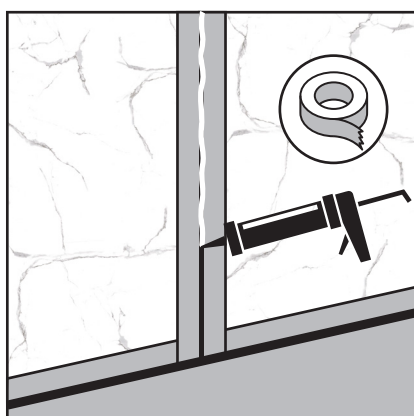

Figure 7
1. Once all the panels have been installed, tape each side of the joints before filling with sealant (Figure 7).
1. Une fois tous les panneaux installés, collez chaque côté des joints avant de les remplir de scellant (Figure 7).